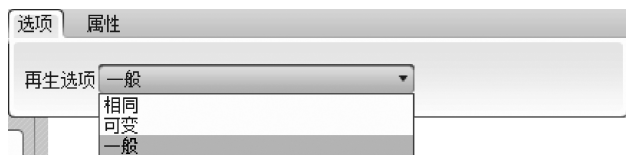

图 8-17 【选项】下滑面板
(3) 选择阵列特征属性。根据生成的特征和源特征的尺寸关系，可以把阵列分为3种类型，用户可以单击操控板中的【选项】按钮，在弹出的【选项】下滑面板中的【再生选项】下拉列表框中进行设定，如图8-17所示。